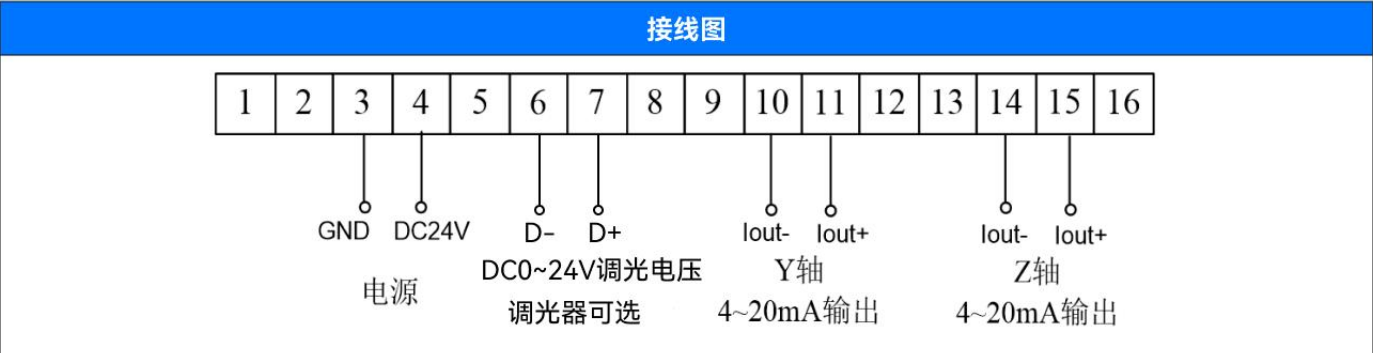

图1.5
产品提供16路接线端子，采用DC24V电源单独供电，Y轴和Z轴各输出1路4~20mA电流信号，带1路电位器调光接口（若不调光，可不接）。接线图如图1.5所示。
2. 接通电源，按图1.5所示接线，推动手柄杆，标识号10、11之间电阻读数为4 ~ 20mA连续线性变化的输出值，红色100%刻度对应4mA，绿色100%刻度对应20mA。旋转手柄杆，标识号14、15之间电阻读数为4 ~ 20mA连续线性变化的输出值，逆时针旋转电流减小，旋转至 180° 时输出4mA，顺时针旋转电流增加，旋转至 180° 时输出至20mA；背光灯正常发光。检验完成后，将手柄杆置于0刻度处。
4. 根据本产品使用的配件特性，任何时间段瞬时输入电压不得超过图1.5中规定范围的20%。避免造成瞬间电流过大，烧毁配件。